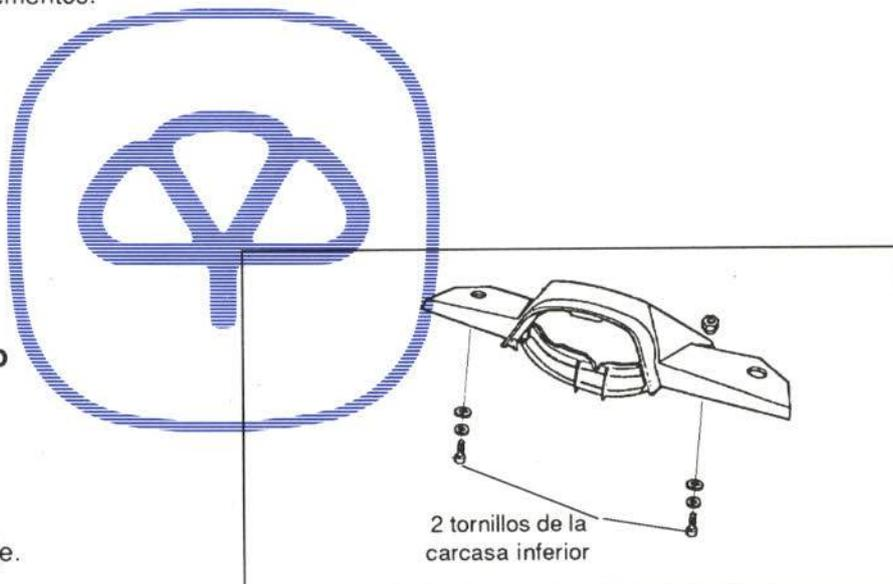

Figura 16.- Unión de la carcasa superior de faro
En la figura 16 se muestra su anclaje.
- Carcasa superior de faro (figura 16)